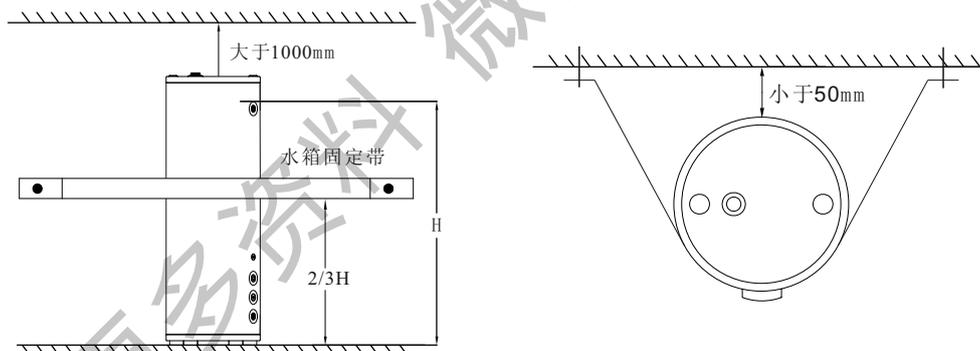

图9 水箱固定带的安装
- 3) 在室外或强风通过的地方安装, 必须用紧固带固定, 将膨胀螺栓插入墙孔中, 紧固带安装在在螺栓上, 拧紧螺母, 并检查是否牢固（如图9）。（紧固带和膨胀螺栓需用户自行购买）